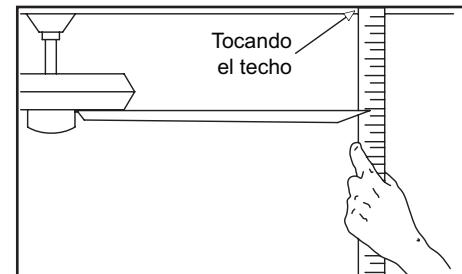

Figura 12
2. La mayoría de los problemas de oscilación del ventilador se deben a que las aspas no están al mismo nivel. Verifica este nivel seleccionando un punto en el techo sobre la punta de una de las aspas. Mide desde un punto en el centro de cada aspa al punto en el techo. Mide esta distancia como se muestra en la Figura 12. Gira el ventilador hasta que la siguiente aspa quede en posición para medir. Repite el procedimiento para cada aspa. Las desviaciones de la medición no deben pasar de 3.2 mm. Enciende el ventilador por 10 minutos.